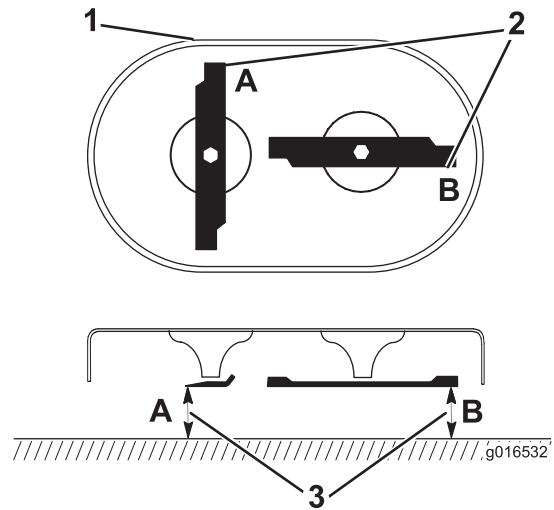

Figura 43
1. Gire las cuchillas a la posición mostrada en Figura 43.
2. Mida desde una superficie nivelada hasta los filos de corte, en las posiciones **A** y **B** (Figura 43) y anote las dimensiones.
3. Gire las cuchillas de manera que sus extremos opuestos estén en las posiciones **A** y **B** (Figura 43).